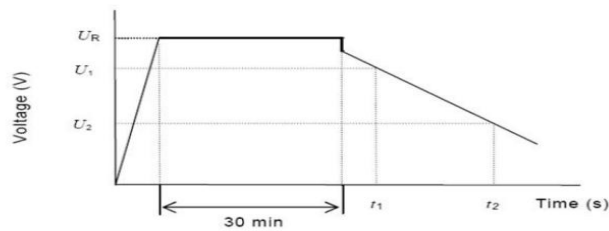

图 2
- 5) 测量并记录电容器两端电压从  $U_1$  到  $U_2$  的时间  $t_1$  和  $t_2$ , 如图 2 所示, 根据下列公式计算电容量值: